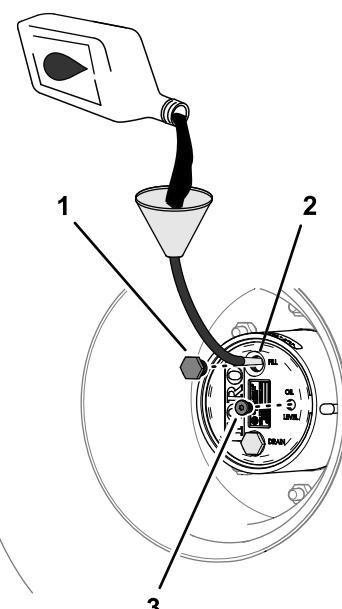

図 93
4. オイルの量が少ない場合は、補給プラグを取り、点検穴からあふれ出てくるまで所定のオイルを補給する図 93 プラネタリギアドライブの潤滑油の仕様 (ページ 65)を参照。
6. 補給用プラグと点検用プラグを取り付ける図 93。
1. 補給プラグの穴から、新しいオイルをゆっくりと入れる図 93 プラネタリギアオイルの点検 (ページ 65)を参照。
3. 補給プラグと点検プラグを取り付ける図 93 プラネタリギアオイルの点検 (ページ 65)を参照。